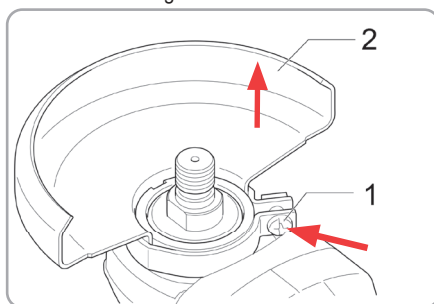

Fig.5
- Pentru a demonta apărătoarea discului, urmați aceeași procedură de instalare a apărătorii, dar în sens invers Fig.5.